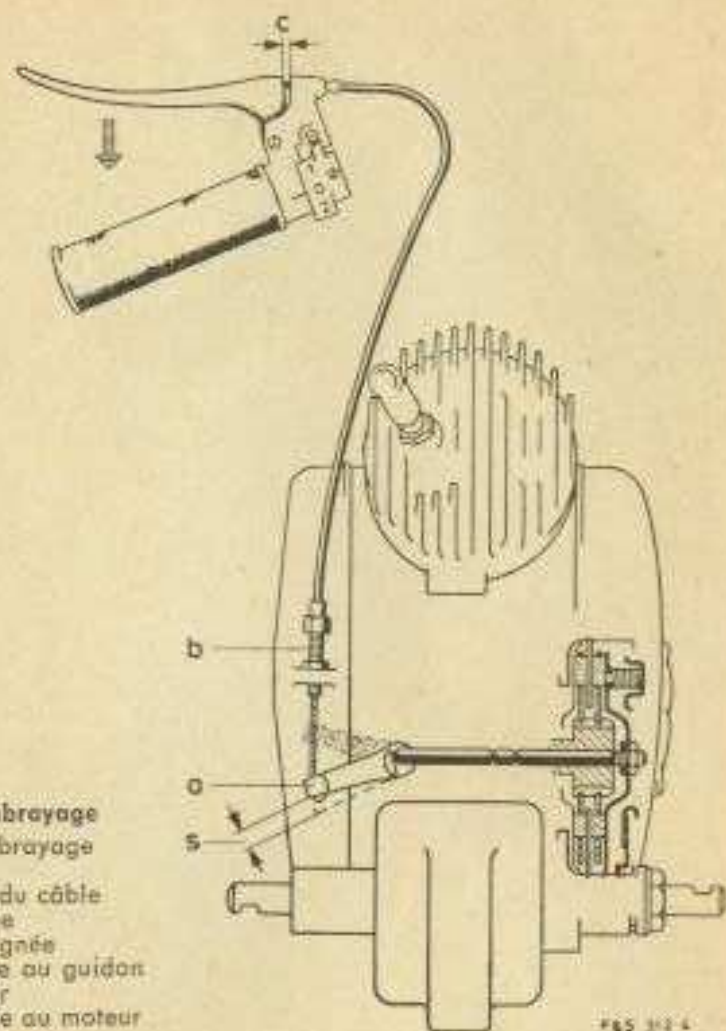

Fig. 10
L'embrayage du SACHS 50 a pour fonction d'une part, de transmettre toute la force du moteur, mais d'autre part également, lors de changements de vitesses et pour arrêter, d'isoler complètement le moteur de la boîte de vitesses. En dehors de cela, il doit encore, au démarrage, équilibrer de très grandes différences de nombres de tours. Ces fonctions, il les remplit toujours à la perfection s'il est correctement réglé et lorsqu'on se rappelle à temps qu'il est quand même soumis à une usure naturelle, si même elle est minime. Le réglage correct s'effectue de la façon suivante: (fig. 10)
2. Sur moteur froid, régler la vis-tendeur **b** de la transmission d'embrayage de manière qu'il reste une course à vide **c** (fig. 10) de 1 à 3 mm. à la poignée d'embrayage sur le guidon.